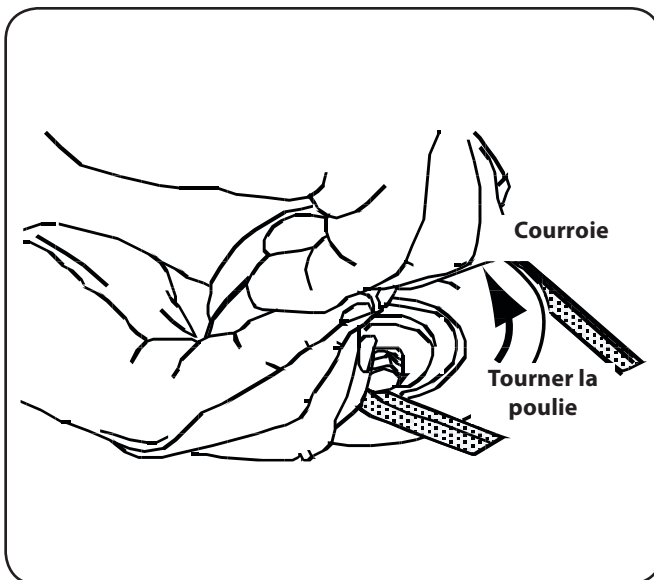

Figure 7-9
10. Tirez sur le côté droit de la courroie et placez le côté étroit en V sur la courroie de la prise de force. Voir la Figure 7-9.
11. Tenez bien la courroie et la poulie et faites tourner la poulie vers la gauche (Voir la Figure 7-9). Continuez jusqu'à ce que la courroie soit bien assise dans la poulie de la prise de force.